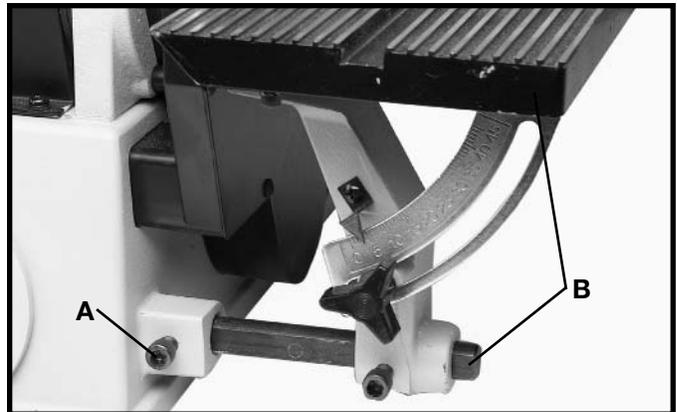

Fig. 42
2. Desserrez la vis (A) fig. 42, et enlevez l'ensemble de table (B).